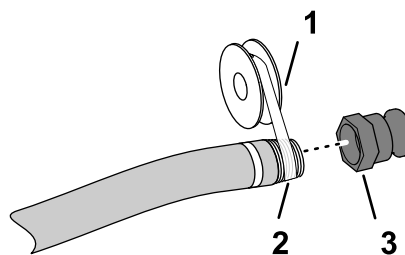

Figura 4
5. Applicare del frenafiletti in PTFE (Figura 4) sulla filettatura del raccordo del flessibile di riempimento (NPT da 1 pollice).
6. Avvitare il disaccoppiamento rapido sul tubo di riempimento e serrarlo a mano (Figura 4).